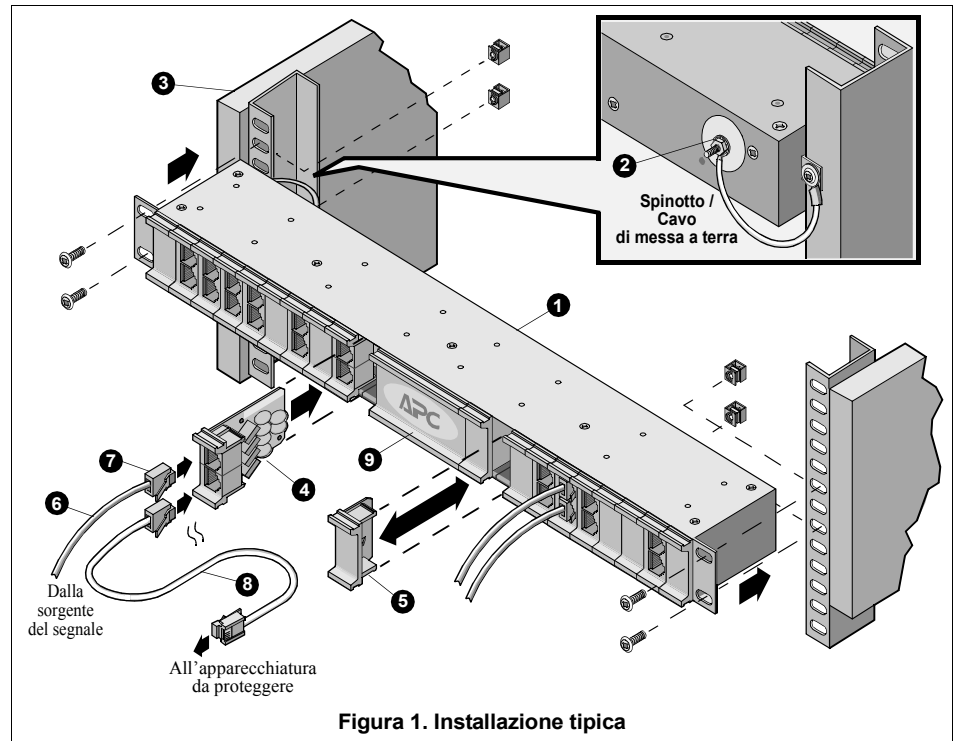

Figura 1. Installazione tipica
APC raccomanda di installare lo chassis di protezione dalle sovracorrenti nelle linee di trasmissione dati ProtectNET™ (1, Figura 1) PRM24 usando i dispositivi di fissaggio in dotazione. Inoltre lo chassis deve essere collegato a un punto a potenziale di terra. A tal fine si può adoperare l'apposito spinotto (2) situato sul pannello posteriore dello chassis. Accertarsi che il rack o l'armadio (3) sia collegato a un punto di massa adeguato. Installare lo chassis e i moduli (4) come illustrato nella figura a fianco.